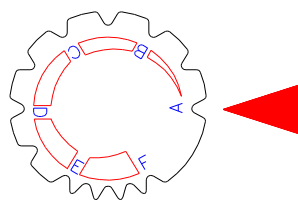

Рисунок 6
- установите скорость по шкале А-F (рис. 6)